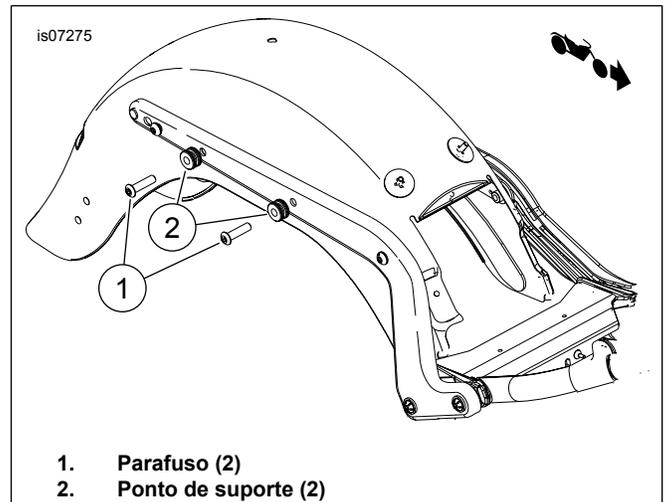

Figura 3. Instalação do ponto de suporte (sem outros acessórios removíveis)
Sem outros acessórios removíveis: Veja Figura 3. Insira os parafusos (1) através dos mini pontos de suporte (2). Instale os parafusos no suporte de montagem do suporte do para-lama